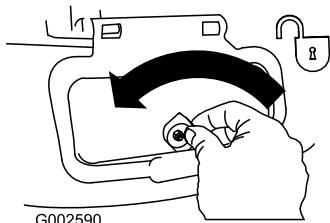

Bild 30
1. Entriegeln Sie die Seitauswurfklappe (Bild 30).